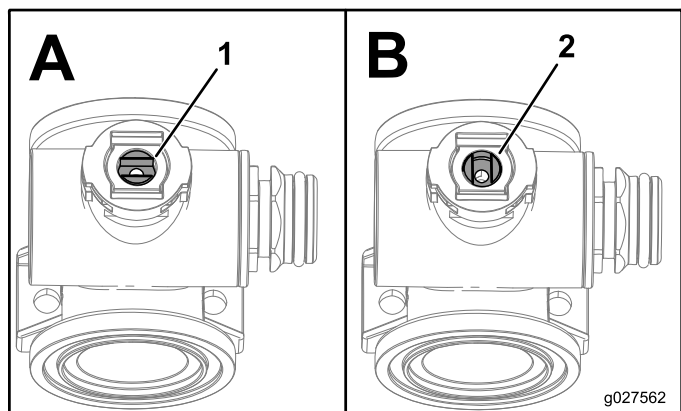

Figure 139
1. Positionnez la tige de la valve pour la placer en position fermée (Figure 139).
3. Tournez la tige de la valve pour placer la bille à la position OUVRETE (Figure 139).
7. Tournez la tige de la valve de sorte à fermer la valve (Figure 139).